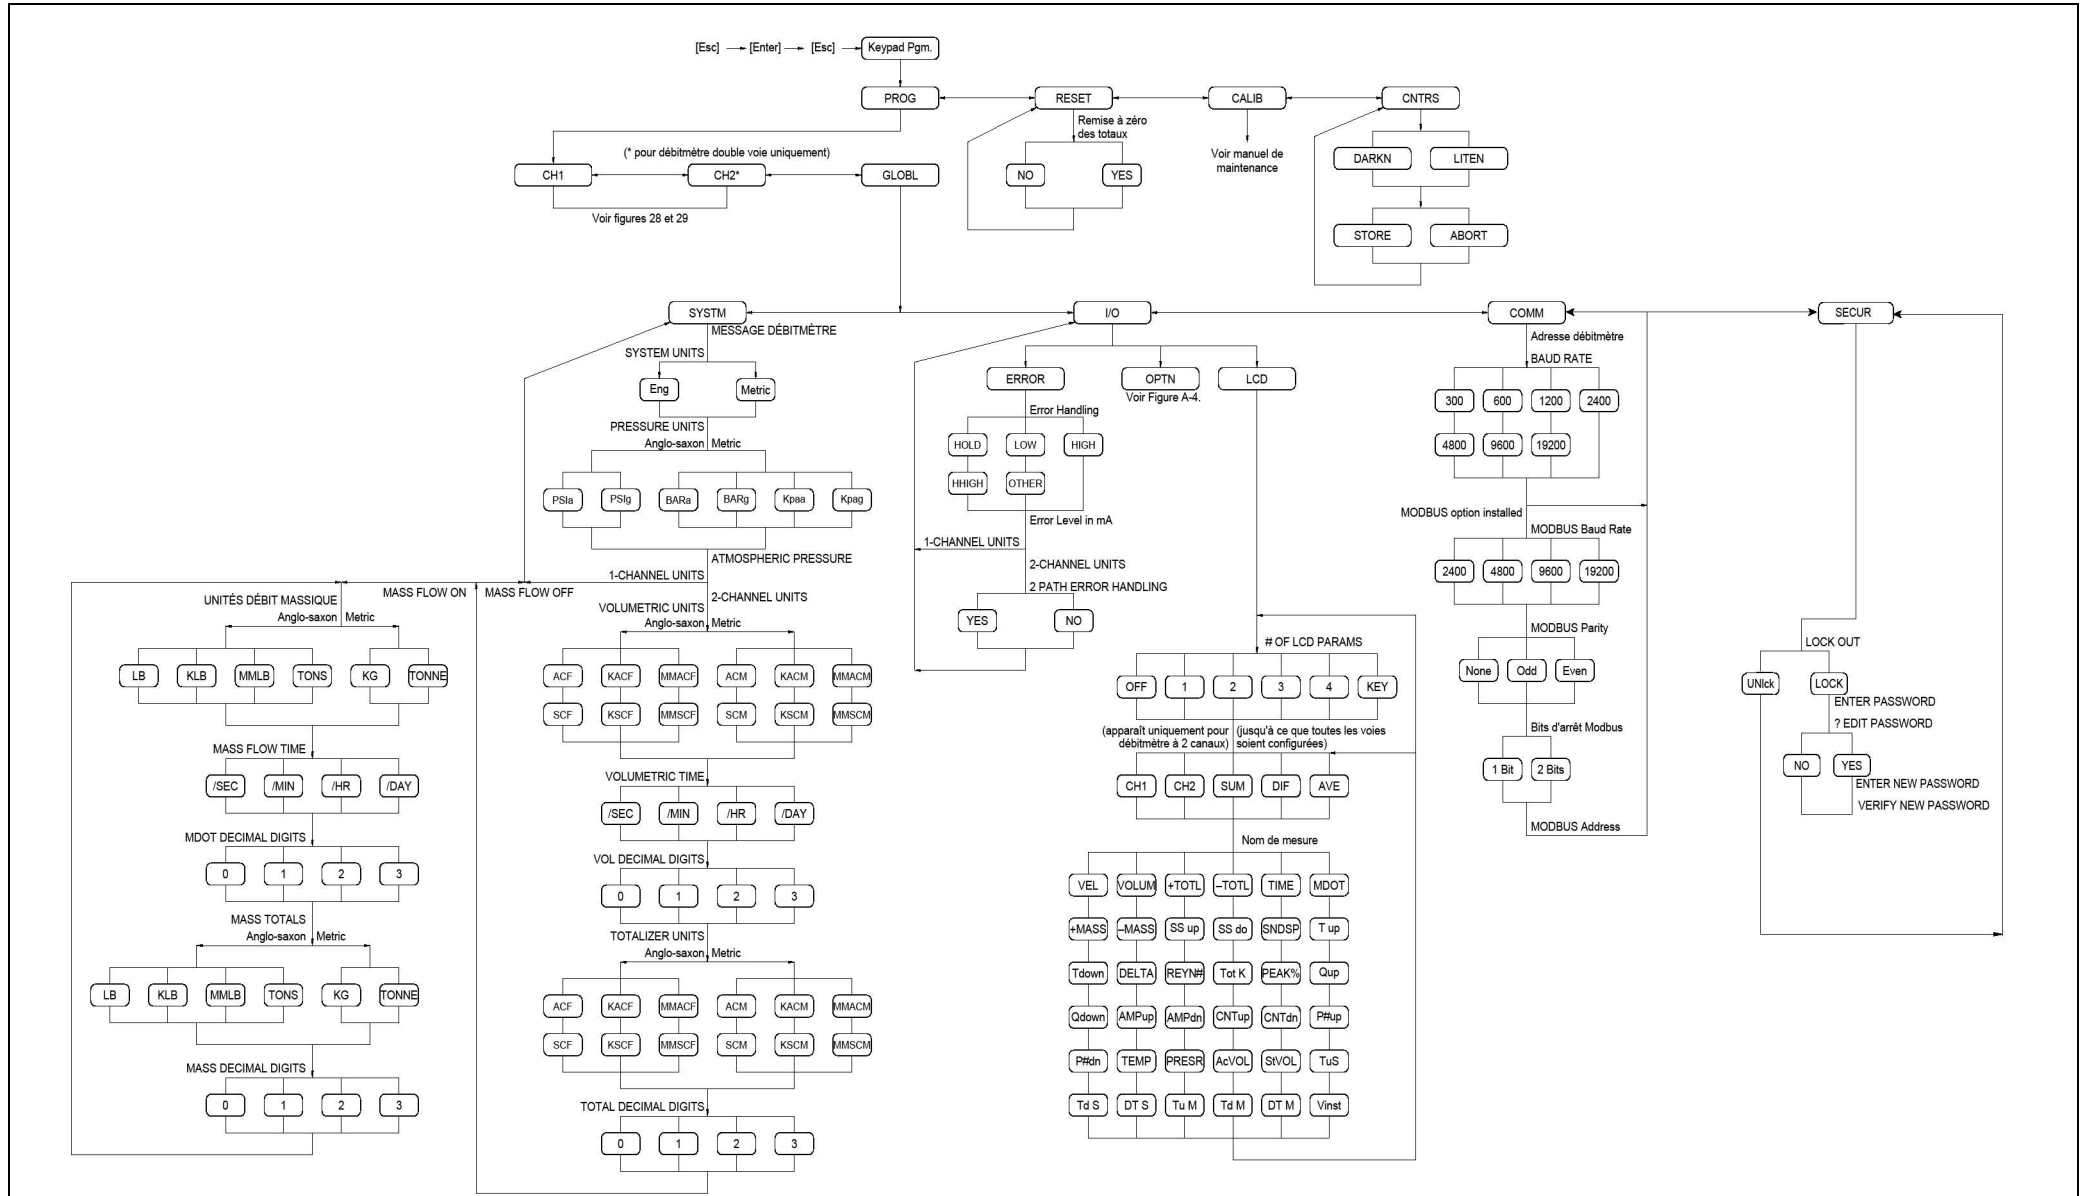

Figure 30: menus PROG > GLOBL > SYSTEM, I/O et COMM
- Figure 30, « "menus PROG > GLOBL > SYSTM, I/O et COMM" », page 61